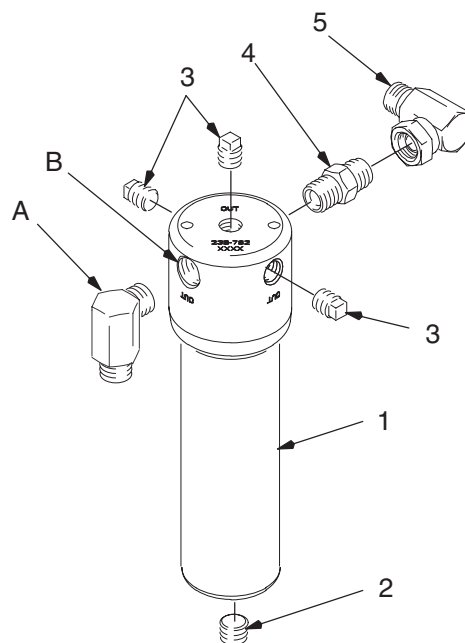

Fig. 1
1. Skruva bort rörvinkeln (A) från pumputloppet. Skruva på den på filterutloppet (B). Se Fig. 1.
2. Montera filtret på pumpen genom att skruva i rörvinkeln (5) på filtret i pumputloppet.